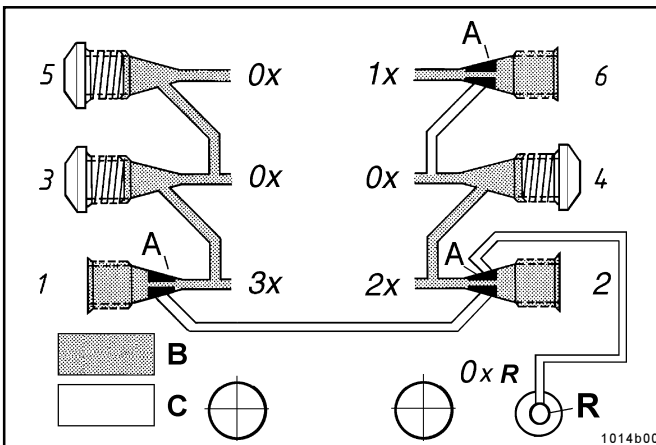

Fig. 1 – Débit simple, double ou triple ; SSV monté à l'arrière
\* Fermer les trous de sortie non nécessaires à l'aide d'une vis de fermeture ; voir Fig. 1 ou 4.
**Important :** si la **sortie n° 2** est raccordée à un point de lubrification, **ne pas fermer la sortie n° 1**. Voir fig. 1.